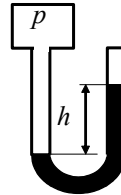

Рисунок 2.9
2.8. По показанию U-образного ртутного манометра определить избыточное давление  $p$  в сосуде (рисунок 2.9), если разность уровней ртути  $h = 150$  мм.